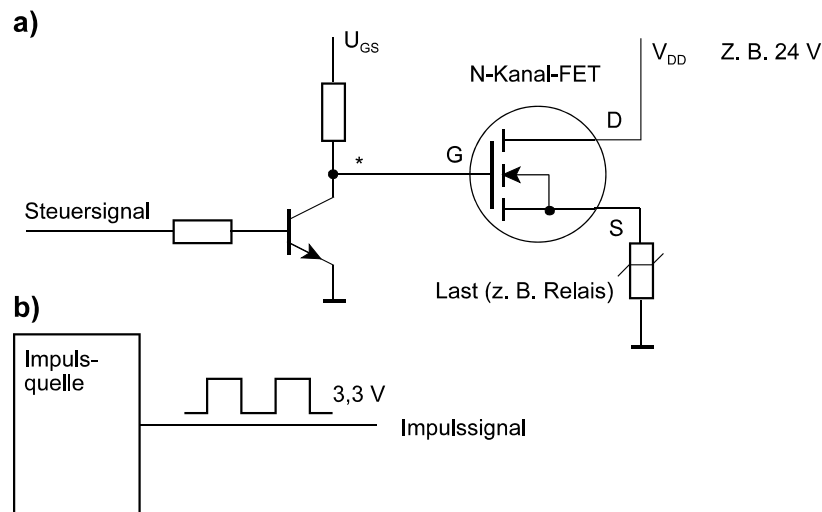

Abb. 3
4. Abb. 3 zeigt eine Leistungsstufe mit einem N-Kanal-FET.